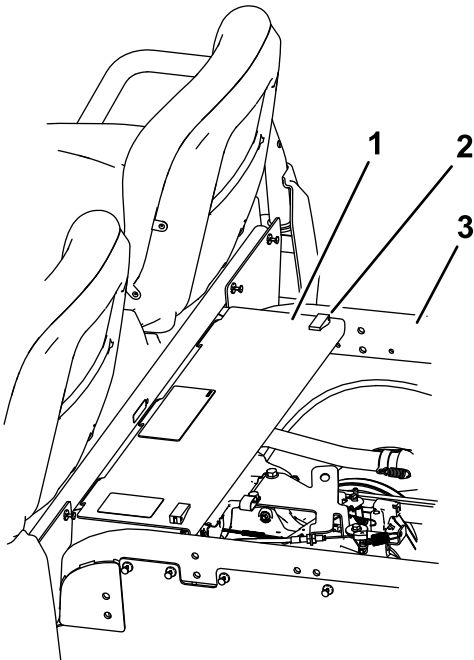

Figure 2
8. Déposez le panneau de protection du cadre arrière en ouvrant les verrous et en soulevant le panneau hors du cadre arrière (Figure 2).